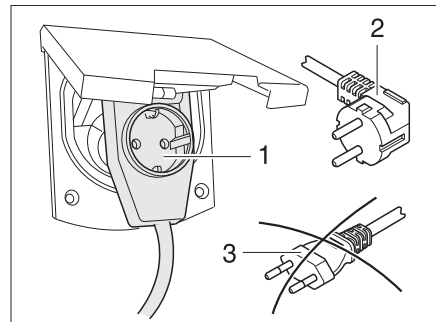

Fig. 197 Raccordement à un adaptateur coudé avec prise de courant
- ▶ En cas d'utilisation d'une prise CEE 17 coudée avec prise de courant en face arrière (Fig. 197,1), utiliser uniquement une fiche caoutchoutée et scellée IP 44 avec contact de mise à la terre (Fig. 197,2). Ne pas utiliser de fiche sans contact de mise à la terre (Fig. 197,3). Danger d'électrocution !